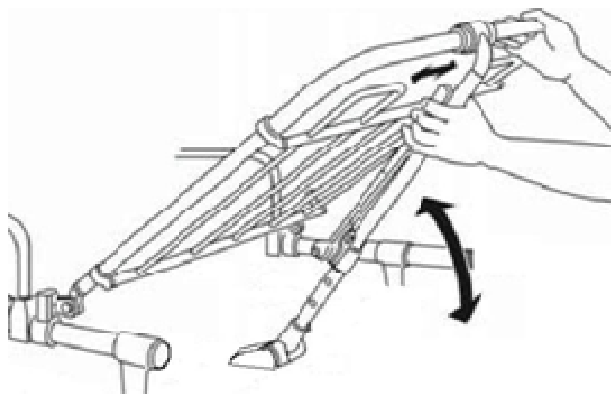

Figura 20: Schienale regolabile.
3. Sollevare o abbassare lo schienale nella posizione desiderata (*figura 20*).